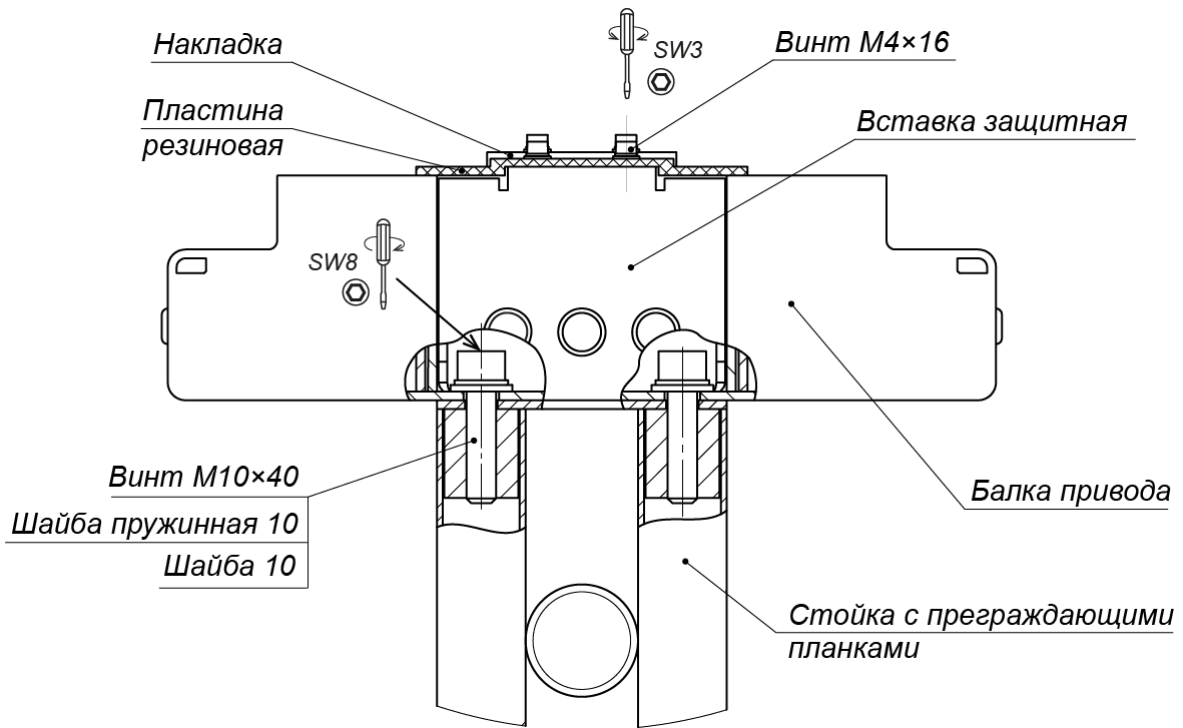
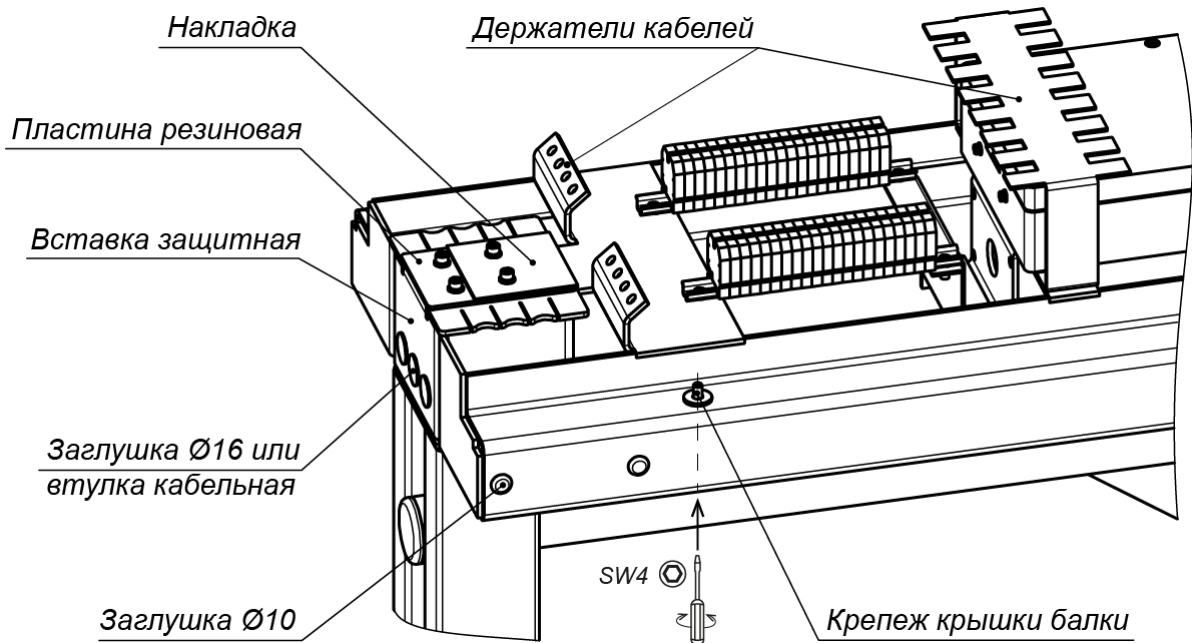

Рисунок 17. Крепление балки привода (8) к стойке с преграждающими планками (5)
Рисунок 18. Элементы балки привода
- Закрепите балку привода на стойке с преграждающими планками (5) двумя болтами M10x30, ключ SW8 (см. рис. 17) (для более удобного доступа к отверстиям можно предварительно снять накладку, резиновую пластину и вставку защитную, открутив четыре винта M4x16, ключ SW3, см. рис. 18).
26. Установите крышку (9) на балку привода (8):
- Вкрутите четыре невыпадающих винта М5 (ключ SW4), фиксирующие крышку балки (см. рис. 18).